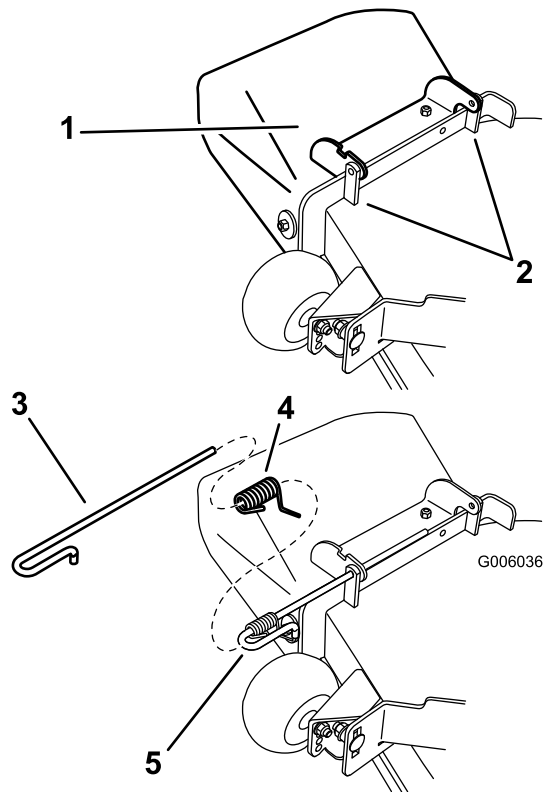

Figure 65
1. Désengagez le ressort du cran dans le support de déflecteur et sortez la tige des supports soudés du tablier, du ressort et de du déflecteur d'éjection (Figure 65). Enlevez le déflecteur s'il est endommagé ou usé.
2. Positionnez le nouvel ensemble déflecteur d'éjection en plaçant les extrémités du support entre les supports soudés du tablier, comme illustré à la Figure 65.